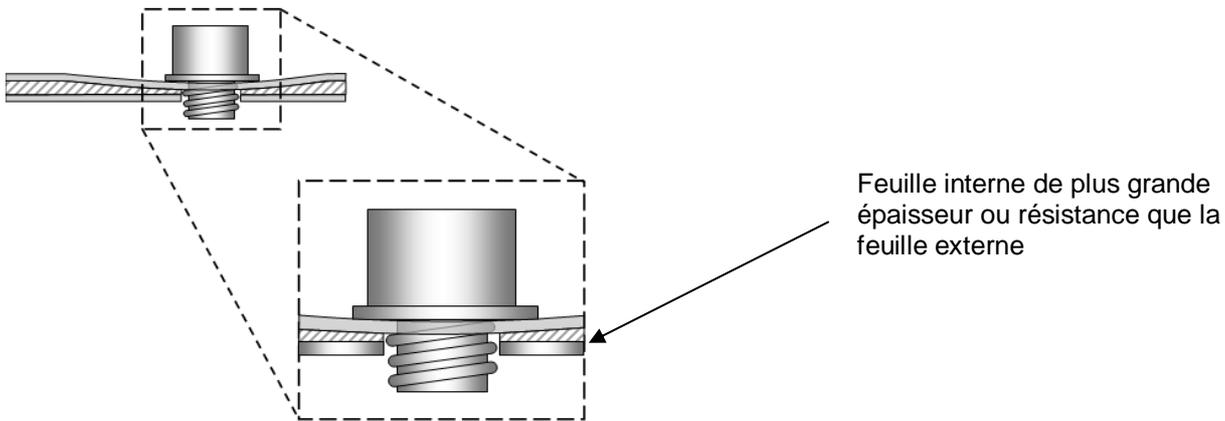
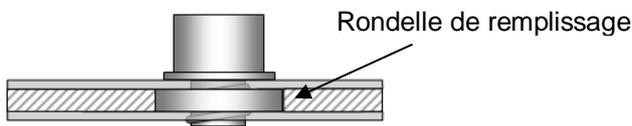

Fig. 12
Fig.13
De plus, si en correspondance avec les trous il y a une double tôle interne avec un écart excessif, afin d'éviter la déformation dangereuse de la tôle qui se manifeste par le retrait de la tôle externe de la porte et la bosse visible qui en résulte (fig. 12), dans le cas où une autre position du cadenas n'est pas possible (où il n'y a pas de doubles feuilles) et dans le cas où la feuille interne ne peut pas être séparée en la pliant, il est recommandé d'utiliser l'une des deux solutions représentées ci-dessous pour fixer les goupilles : (A) rondelle d'épaisseur (non fournie) appliquée de l'intérieur et positionnée entre les deux tôles (fig. 13) ou (B) entretoise (non fournie) appliquée de l'extérieur dans un chambrage pratiqué dans la tôle. Le chambrage doit avoir un diamètre qui ne dépasse pas l'encombrement maximum de la virole, afin de pouvoir masquer le trou de chambrage (fig. 14).